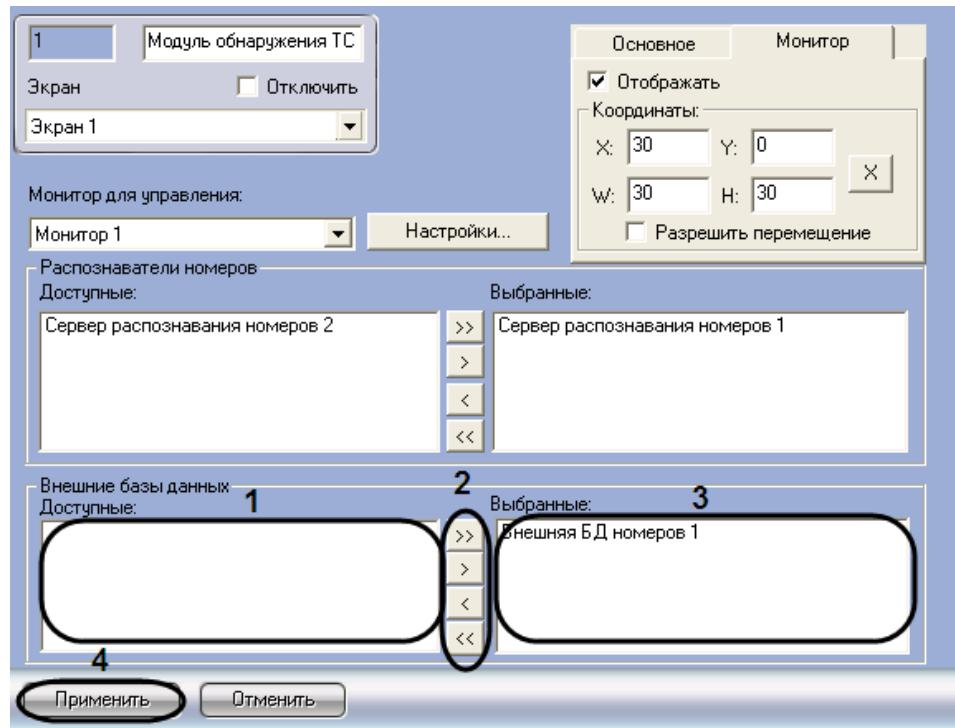

Рис. 7.8—6. Выбор внешних баз данных номеров
1. Перейти на панель настройки объекта «Модуль обнаружения ТС» (Рис. 7.8—6).
2. Выбрать требуемые внешние базы данных номеров из списка «Доступные» группы «Внешние базы данных» (см. Рис. 7.8—6, 1).
3. Переместить выбранные внешние базы данных номеров в список «Выбранные» группы «Внешние базы данных», нажав кнопку «>>» (или кнопку «>>>» для перемещения всех внешних баз данных номеров из списка) (см. Рис. 7.8—6, 2-3).